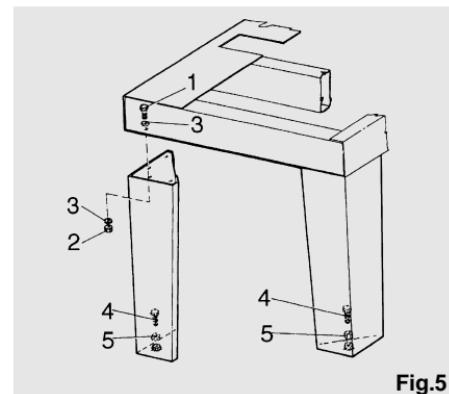

Fig.5
machine à l'horizontale en agissant sur les vis (4). Ensuite serrer les contre-écrous (5) (figure 5).